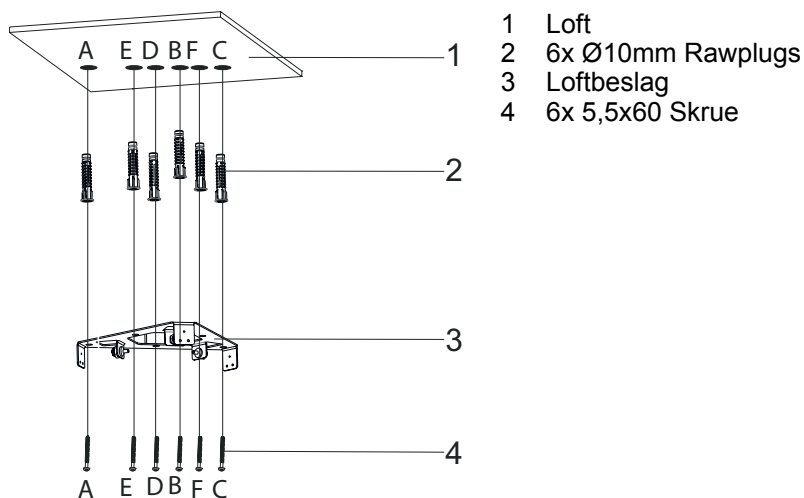

Fig. 7
1. ➤ Bor ud med en Ø10mm bor på punkterne A,B,C,D,E og F (Fig. 7).
2. ➤ Placér nu ø10mm rawplugs i punkterne A,B,C,D,E og F (Fig. 7).
3. ➤ Skru nu loftbelsaget fast med 5,5x60 skruer på punkterne A,B,C,D,E og F (Fig. 7).